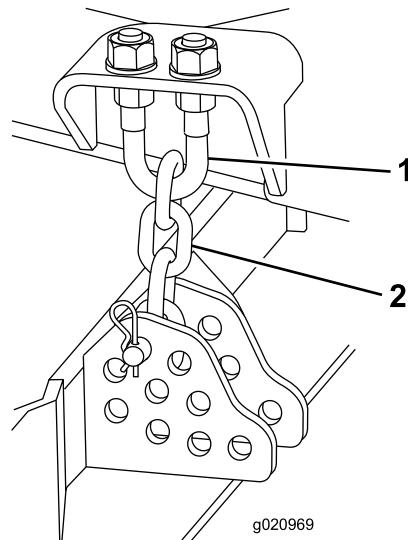

Bild 90
4. Entfernen Sie den Splint und den Lastösenbolzen, mit denen die Schnitthöhenkette an der Rückseite des Mähwerks befestigt ist (**Bild 90**).